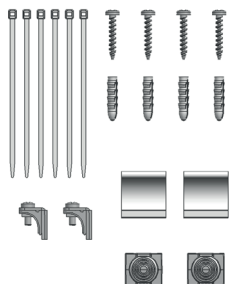

Abb.1
Die Glasfaser (GF)-Verteilergewaube sind fur Innen- und Auen Anwendungen geeignet. Die Verteiler konnen als Abschlusspunkt des Glasfasernetzes beim Kunden bzw. als GF-Gebaudeverteiler eingesetzt werden (**siehe Abb.1**).